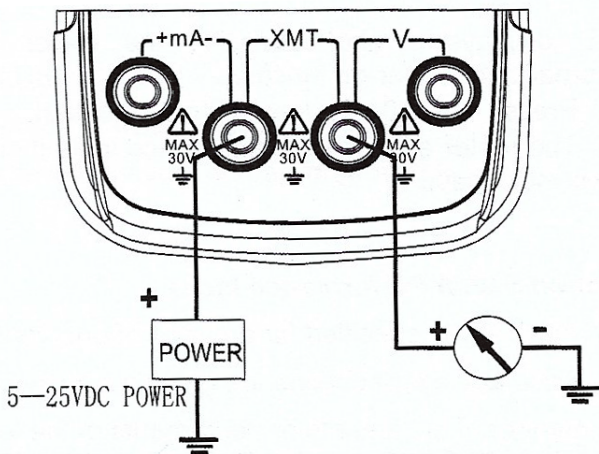

Figura 5-3
1. Insira a ponta de prova na tomada XMT do terminal de saída do medidor (OUTPUT), e conecte a outra extremidade com o terminal de entrada do medidor do usuário, consulte a Figura 5-3;